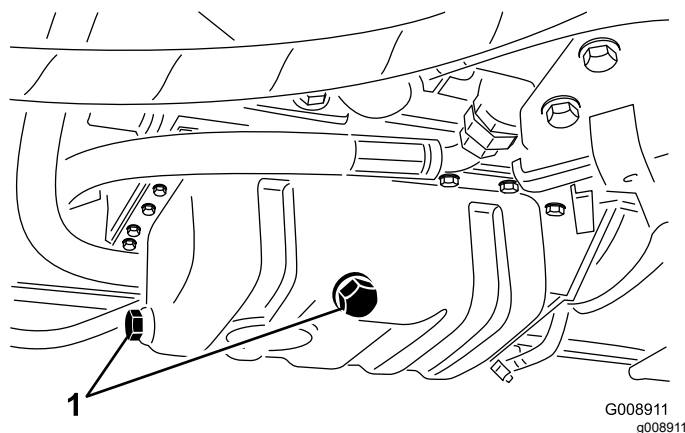

Figura 73
3. Togliete un tappo di spurgo (Figura 73) e lasciate defluire l'olio in una bacinella; quando l'olio smette di defluire, montate il tappo di spurgo.